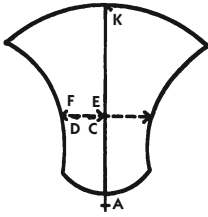

Рис. 781
• Скопируйте обе части ластовицы с чертежа передней и задней половинок трусов, соединяя их вдоль линий EF и CD (рис. 781). Если линия нижнего среза трусов начерчена правильно, обе изогнутые линии плавно продолжают одна другую.
• Перегните бумагу пополам по срединной линии и переведите линии на другую половину, чтобы получить полный чертеж ластовицы (рис. 781).
- Ластовица кроится одной деталью, как на рис. 781.